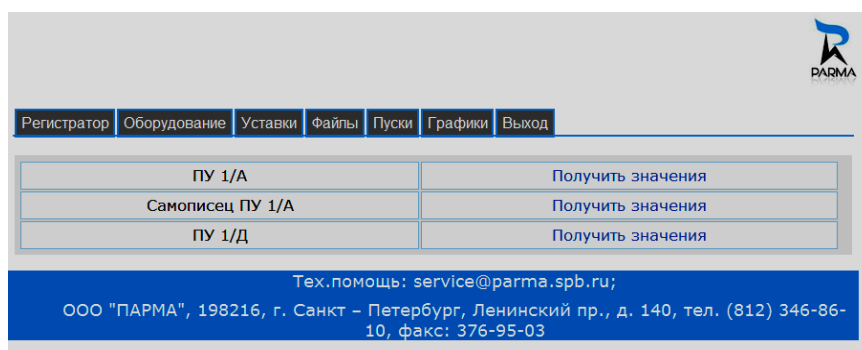

Рисунок 32. Вкладка “Графики”.
7.3.3.5 Вкладка Графики содержит информацию о всех сигналах, подключенных к регистратору. На web-странице сигналы сгруппированы по секциям описаний сигналов и именам групп из файла конфигурации регистратора, рисунок 32.